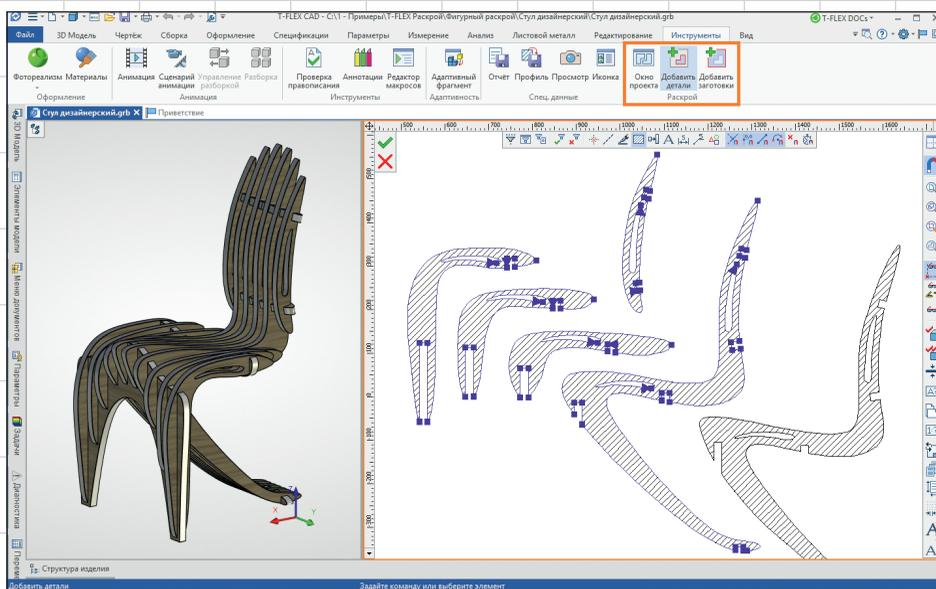

Рис. 4
3. Ручное добавление контуров деталей или заготовок из документа T-FLEX CAD (рис. 4).